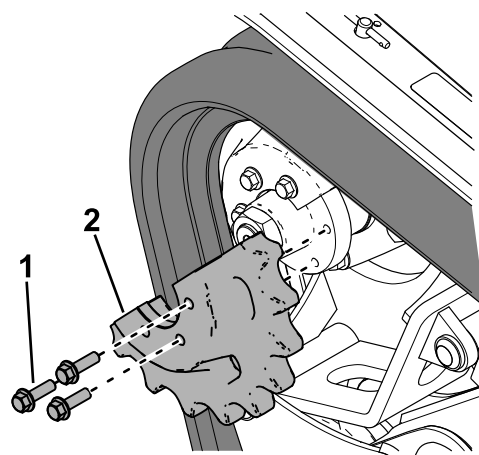

Рисунок 62
9. Отверните 3 зажимных болта на той половине ведущего колеса, которая не вошла в зацепление с гусеницей (Рисунок 62).
19. Нанесите резьбовой герметик на болты снятой половины ведущего колеса и установите половину ведущего колеса (**Рисунок 62**). Затяните болты с моментом от 95 до 115 Н·м.